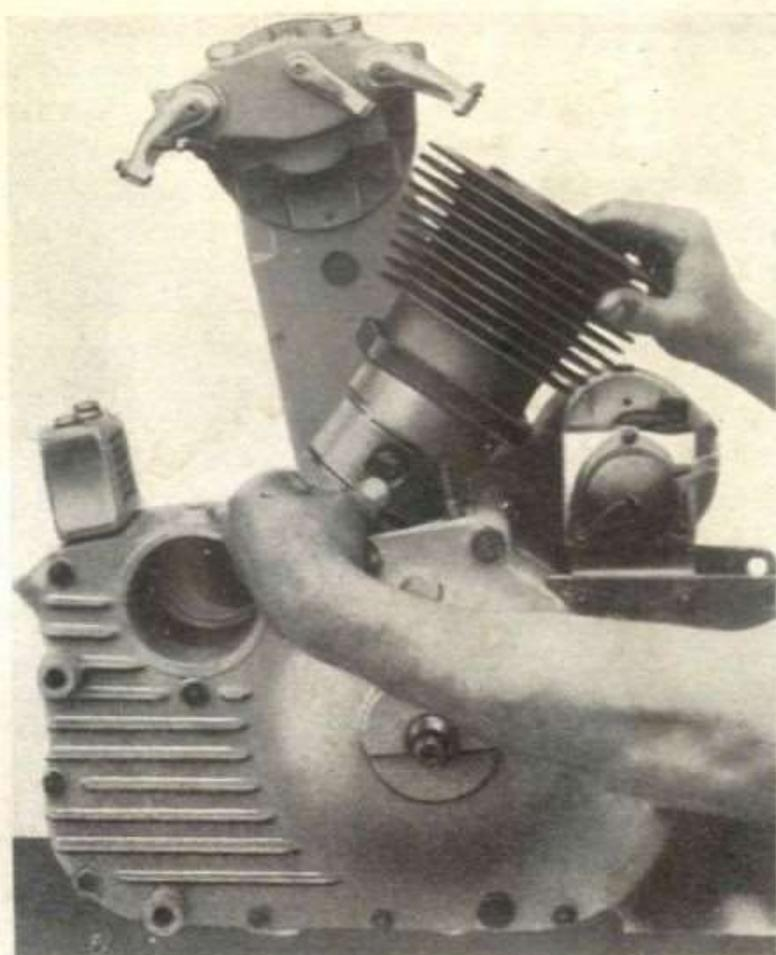

Fig. 9
- 10° Tolta la testa, svitare completamente i quattro dadi che fissano il cilindro alla base; sollevare il cilindro inclinandolo verso la parte posteriore e avendo cura che lo stantuffo si trovi al punto morto inferiore (vedi fig. 9).